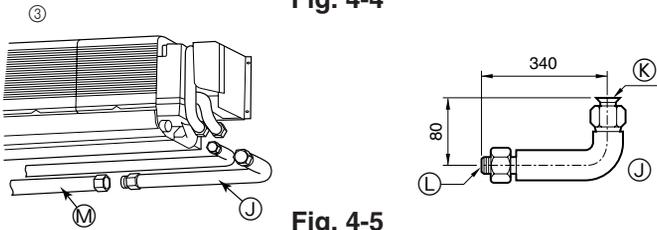

Fig. 4-5
③ L-format kopplingsrör (för gasrör) (Fig. 4-5)